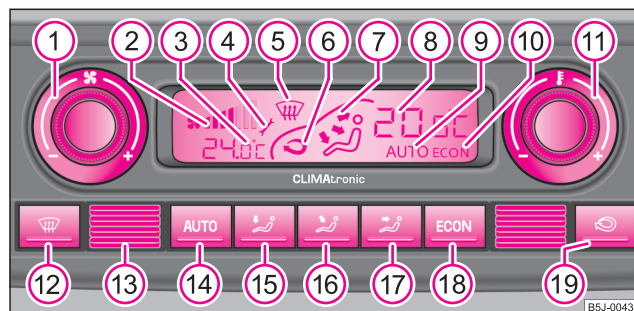

Fig. 85 Climatronic: Elementele de comandă
- Apăsăți tasta **AUTO** ⇒ fig. 85.
Apăsăți și mențineți apăsată tasta **ECON** și **AUTO** ⇒ fig. 85. Pe display se afișează datele în unitatea dorită de măsură a temperaturii.
– Apăsați tasta  ⇒ pagina 98, fig. 85.
- Rotiți regulatorul ① ⇒ pagina 98, fig. 85 spre stânga (reducerea turației) sau spre dreapta (mărirea turației).